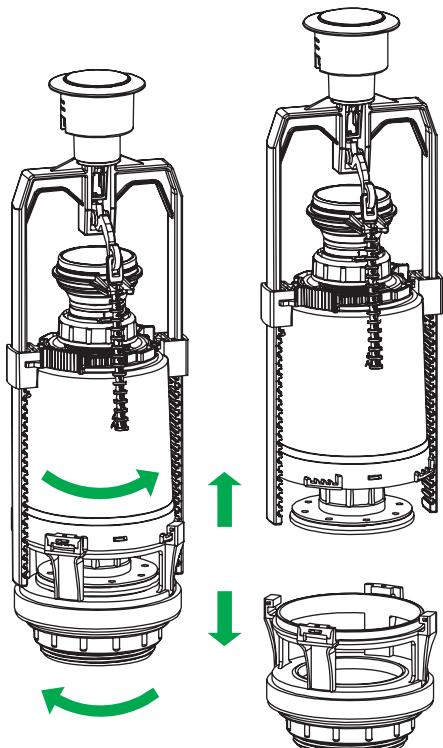

Рис. 6 / 6-сур.
- Отсоедините седло клапана от клапана выпуска, как показано на рис. 6.
8. Установите выпускной клапан в седло клапана (рис. 6) в обратном порядке.
- Для упрощения крепления бачка к унитазу можно отсоединить корпус выпускного клапана от седла клапана (рис. 6).